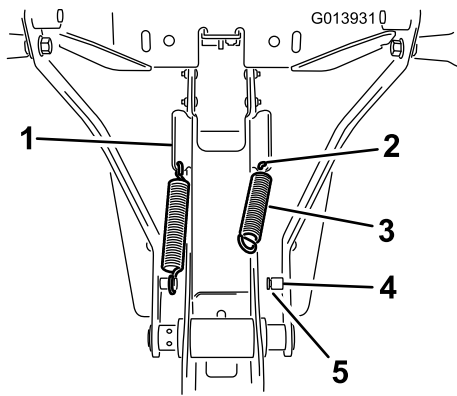

Figura 7
1. Instale el muelle en el taladro del extremo inferior de la pestaña inclinada del lateral del bastidor (Figura 7).
2. Enganche un extremo del muelle en el taladro y el otro extremo en el anclaje del muelle (Figura 7).
3. Asegúrese de que el extremo del muelle queda correctamente asentado en la ranura de la clavija (Figura 7).